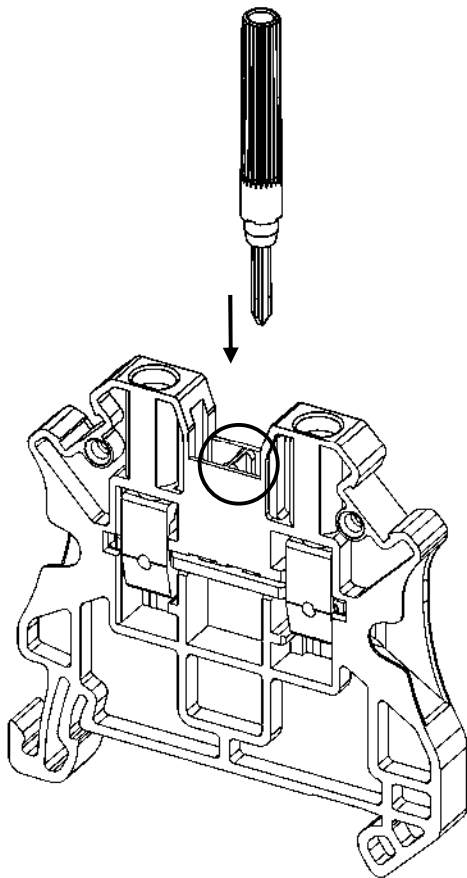
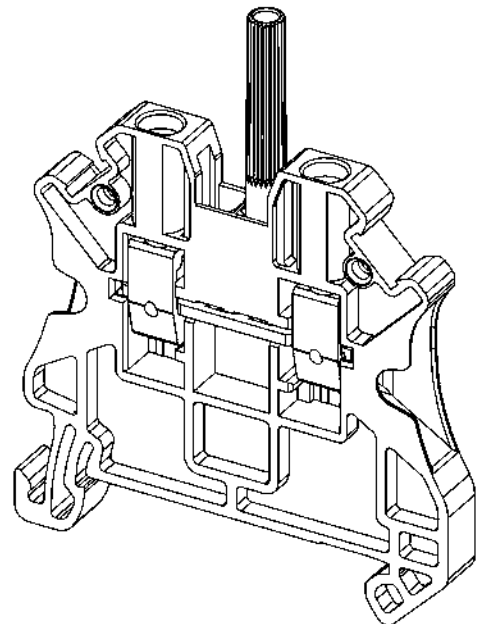

Рисунок 49 – установка тестового щупа в функциональное отверстие клеммы сечением 2,5 мм²
Рисунок 50 – установленный тестовый щуп в функциональное отверстие клеммы сечением 2,5 мм²
- Для установки тестового щупа вдавите его до упора в функциональное отверстие клеммы (рис. 49; рис. 50).